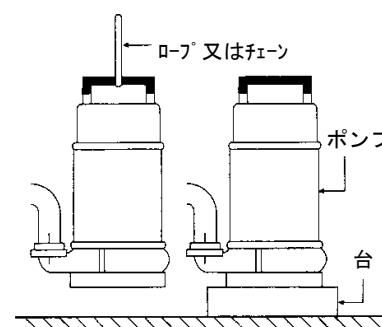

図 2
- 2) ポンプはなるべく立置でご使用ください。土砂の流入が多い場合や、ストレーナが埋没するような土砂の場合は、ポンプを強固なロープ又は、チェーンで吊るすか台の上にポンプを置いてください(図 2)